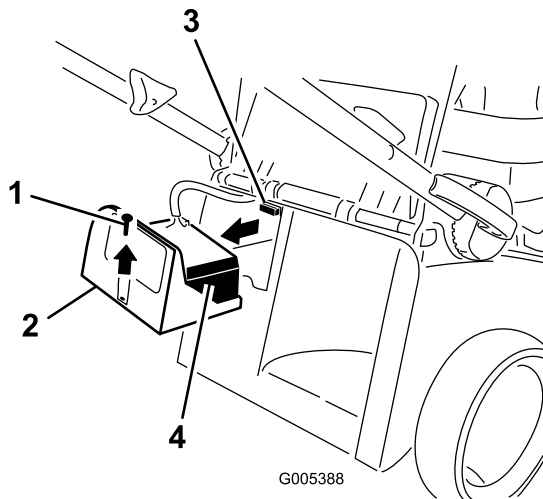

Рисунок 7
1. Снимите крышку аккумуляторного отсека, извлеките аккумулятор и найдите держатель предохранителя (Рисунок 7).